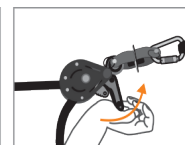

Fig 5
Zum Abmontieren der Sicherungsleine zieht man vom Nockenhebel (4) (Abb. 5). Das Ganze aushaken und wieder im Originalbeutel verstauen.